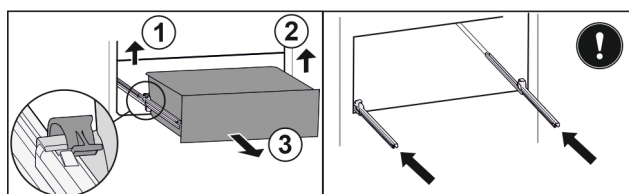

Fig. 183
- Løft den venstre klemme, og træk samtidigt skuffen i venstre side fremad. Fig. 183 (1)
- Løft den højre klemme, og træk samtidigt skuffen i højre side fremad. Fig. 183 (2)
- Tag skuffen ud fremefter. Fig. 183 (3)